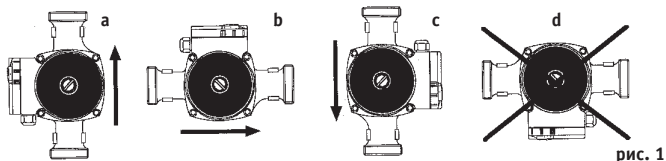

рис. 1
- Насос должен располагаться в соответствии с рекомендациями (см. рис. 1) Стрелки на корпусе насоса указывают направление протекания потока рабочей жидкости. Вал насоса всегда должен располагаться горизонтально. Оптимальное расположение насоса - когда проток теплоносителя направлен вертикально вверх (рис. 1а).